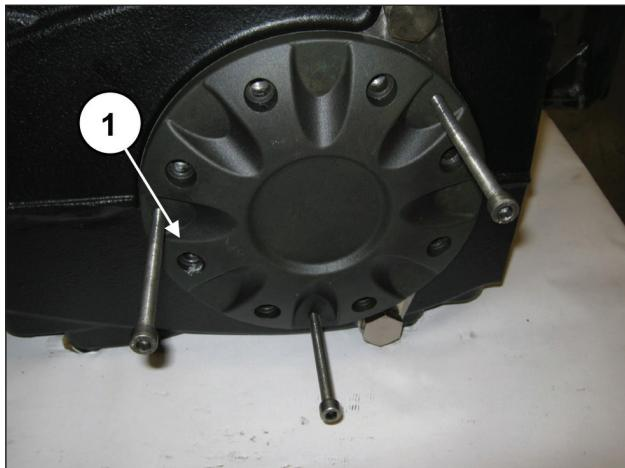

图 28
通过拔取器将3个螺柱或M8螺栓(①,图28)定位在专用孔中。